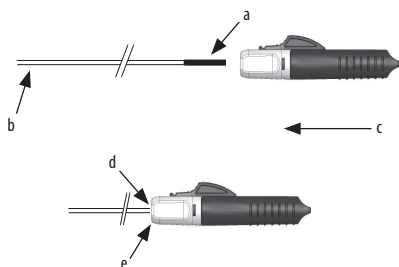
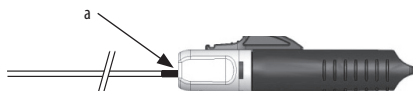

Figura 1.
Figura 2.
3. Segure a extremidade proximal do empurrador do implante na extremidade distal do indicador de carregamento positivo (ICP). Avance o Separador Instantâneo (S.I.) através do empurrador de colocação até que o ICP entre completamente no funil e o empurrador de colocação esteja encaixado firmemente no acionador (consulte a Figura 1).
Obs.: se o ICP ainda estiver aparecendo como na Figura 2 abaixo, o Separador Instantâneo (S.I.) deve ser avançado mais adiante até que o empurrador de colocação esteja completamente encaixado no funil como na Figura 1 acima.